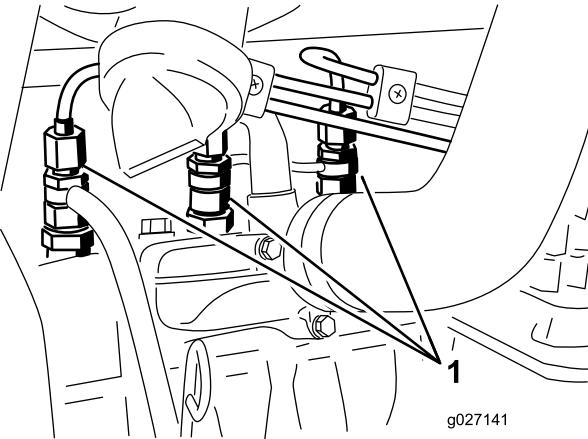

Рисунок 60
1. Ослабьте соединение трубы к соплу № 1 и держателю в сборе (Рисунок 60).